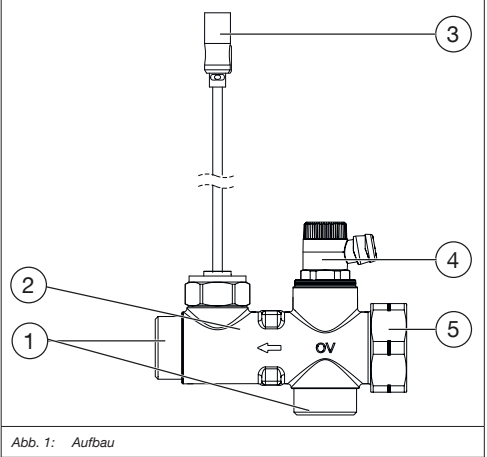

Abb. 1: Aufbau
- Lösen Sie die Überwurfmutter (siehe Abb. 1 (1)) am Volumenstromsensors und nehmen Sie den Volumenstromsensor von den Rohren ab.
i	Wenn ein Trinkwasserzirkulationsmodul vorhanden ist, entfernen Sie die Verschlusskappe (siehe Abb. 1 (5)).
- Setzen Sie die beiliegenden Dichtungen in die Überwurfmutter (siehe Abb. 1 (1)) ein und ziehen Sie sie fest. (Drehmoment 45 Nm).